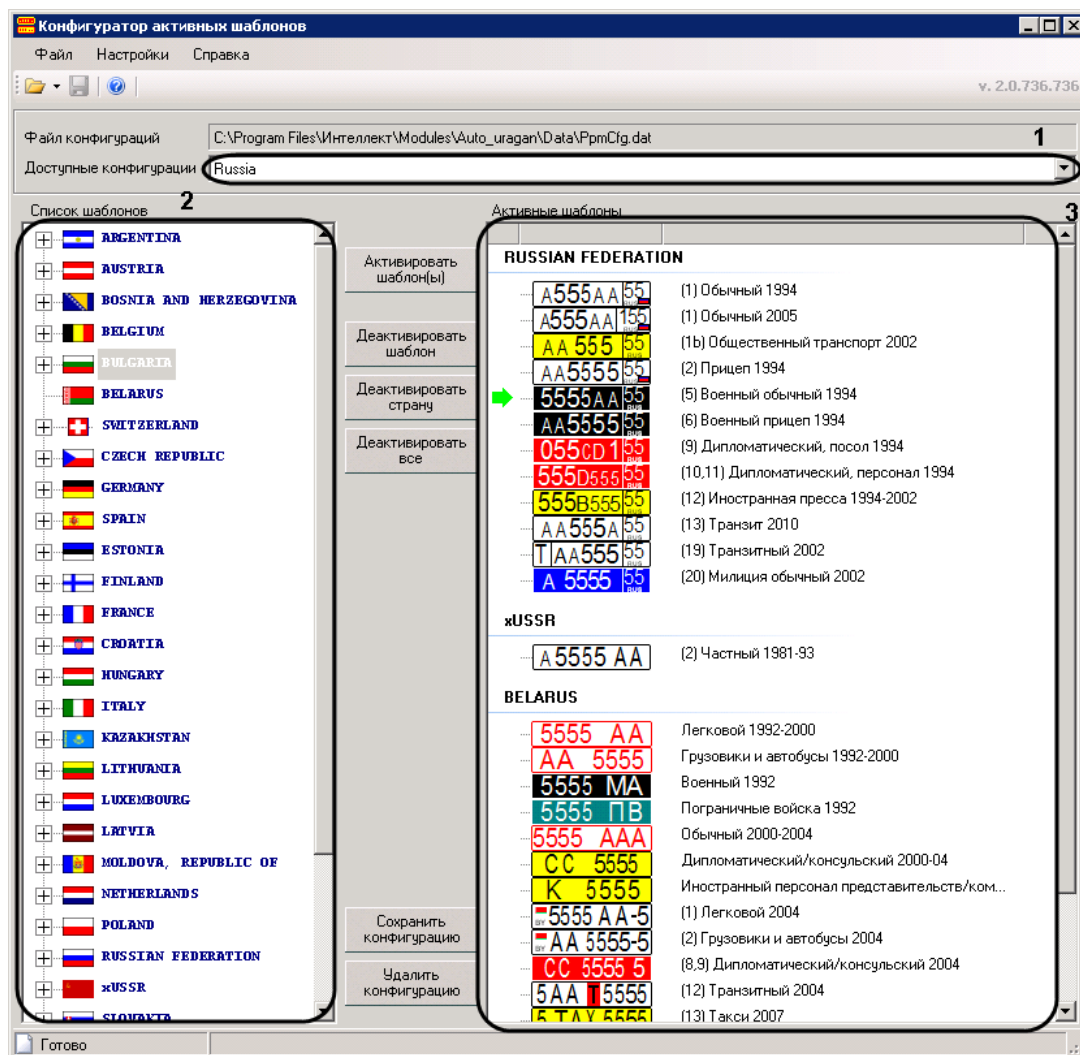

Рис. 13.3—5 Выбор конфигурации из списка
- В поле «Список шаблонов» отобразится список доступных шаблонов (см. Рис. 13.3—5, 2).
- В поле «Активные шаблоны» отобразится список шаблонов выбранной конфигурации (см. Рис. 13.3—5, 3).